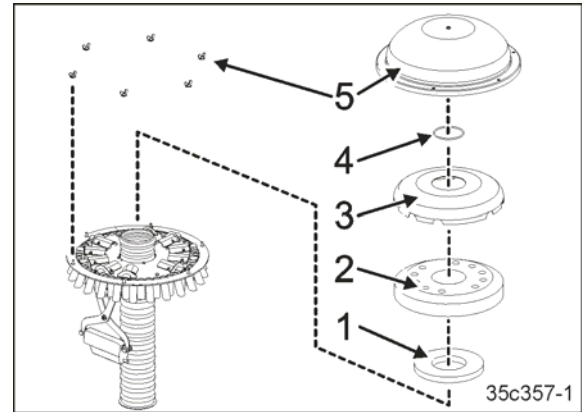

Bild 195
15. Montera plastinsatsen (Bild 195/1) och tätningsringen (Bild 195/2).
16. Montera fördelarens inre kåpa (Bild 195/3).
17. Montera ringen (Bild 195/4).
18. Montera fördelarens yttre kåpa (Bild 195/5).